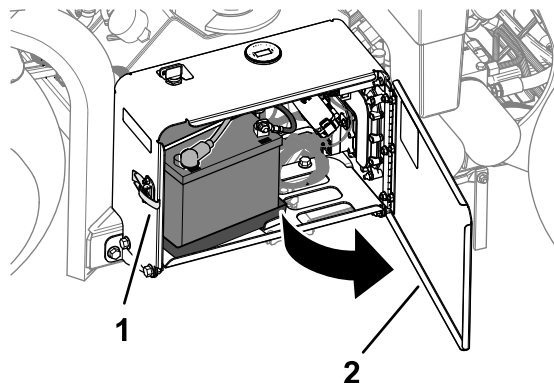

Figura 171
1. Sbloccate lo sportello del vano batteria e apritelo (Figura 171).